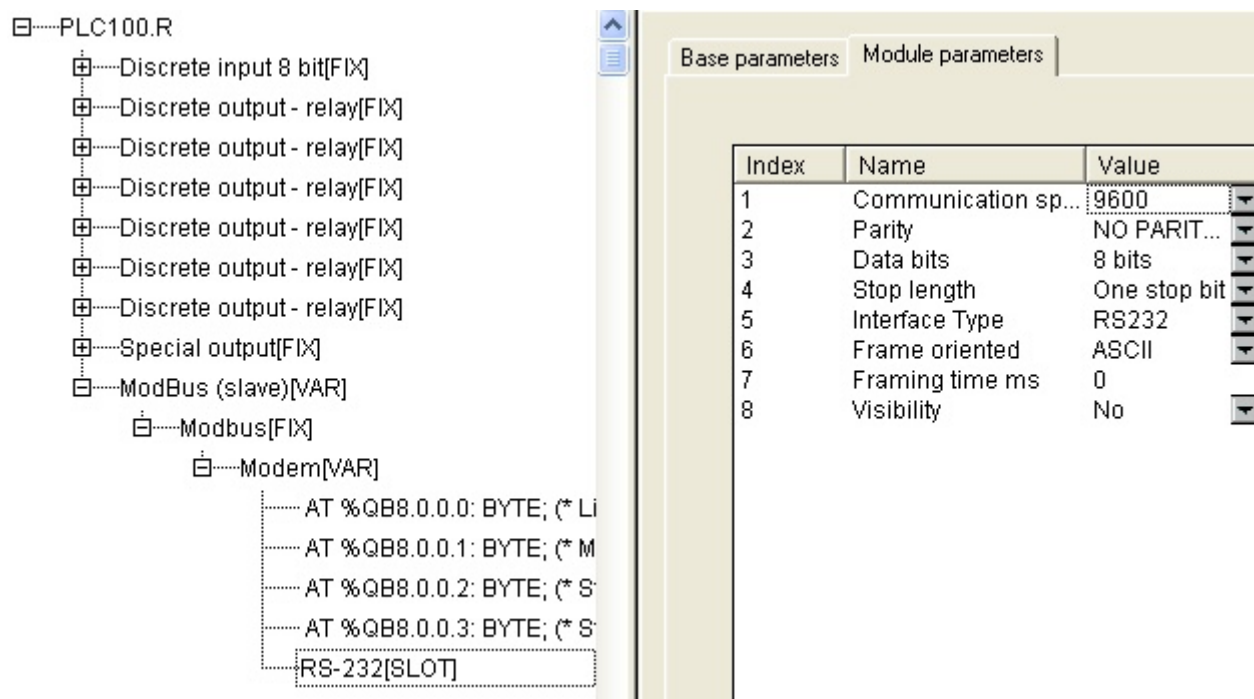

Рис.1.6
7) Задать параметры интерфейса в соответствии с настройками модема. В данном примере модем имеет заводские сетевые настройки (Рис.1.6).